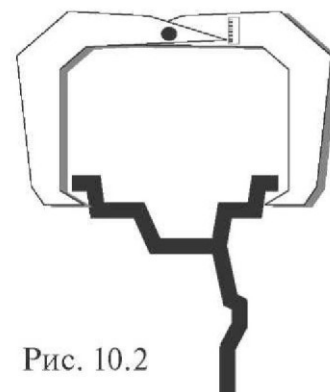

Рис. 10.2
Ширина обода обычно отмечена на его маркировке. При отсутствии маркировки или невозможности её прочтения ширину следует измерить специальным инструментом - кронциркулем (см. рис. 10.2).
12.2.1. Введите геометрические параметры колеса как описано в п. 10.2. На индикаторах, указывающих места установки корректирующих грузов, отобразится стандартная балансировка грузами на пружинках рис.10.2.